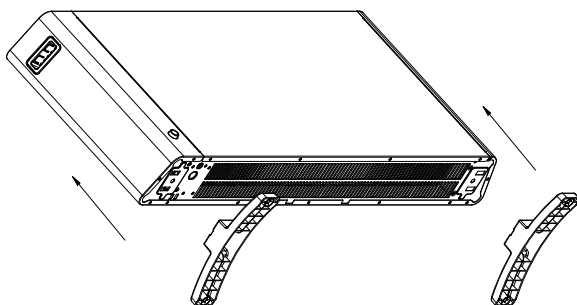

Fig.2
2. Fest de to baseføttene oppover.(Fig. 2)